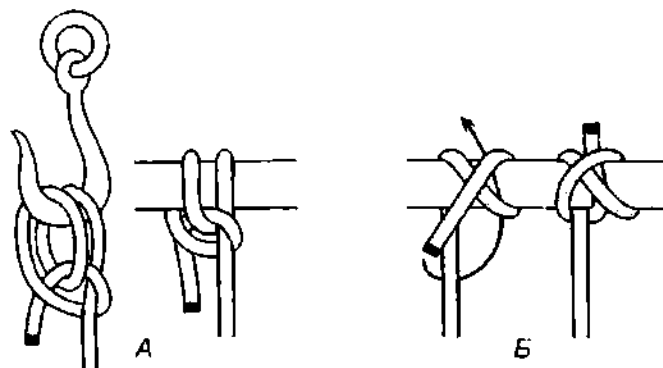

Рис. 966. А – *строповый узел*; Б – *обратный констриктор (шахтёрский узел)*, завязанный на опоре.
*Шахтёрский узел*, завязанный на гаче, называется *строповым узлом* (рис. 966). Он ещё более надёжен, чем *гачный самозатягивающийся узел*. *Строповый узел* прочен и надёжен, быстро вяжется и никогда не затягивается сильно. Если одну из петель узла пропустить в другую петлю, то получится незатягивающаяся *строповая петля*.